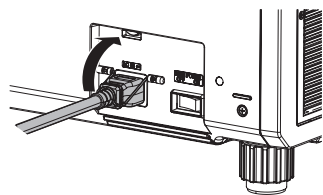

Fig. 1
- 1) Vérifiez que le support de cordon d'alimentation est soulevé de sorte que le cordon d'alimentation puisse être inséré. (Fig. 1)
- 2) Soulevez le support de cordon d'alimentation fixant le cordon d'alimentation. (Fig. 1)